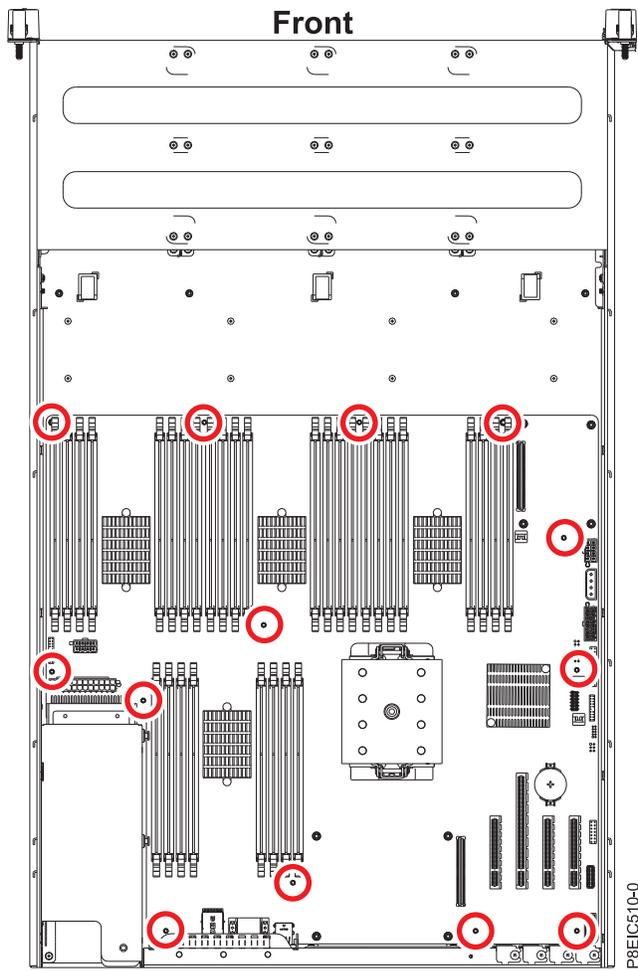

Figura 70. Locais de parafuso do Painel traseiro do sistema
12. Desparafuse e remova 13 parafusos do painel traseiro do sistema. Os locais dos parafusos são mostrados na Figura 70 na página 63.